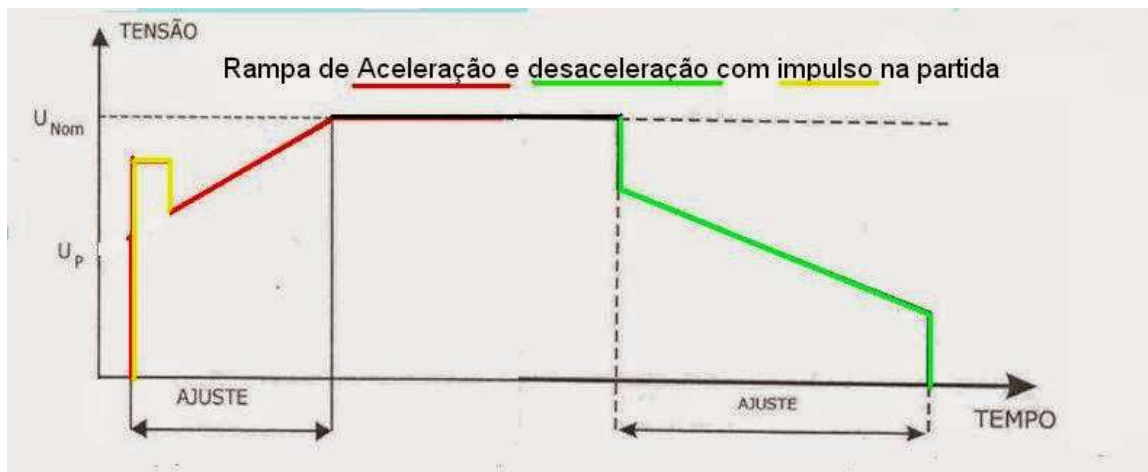

Figura 6: Rampa de aceleração e desaceleração com pulso de kick start.
10. Utilizando um pulso denominado kick start (pulso de torque na partida), acione o motor de acordo com a rampa de aceleracao e desaceleracao apresentada na Figura 6. Indique os valores dos parametros P utilizados.